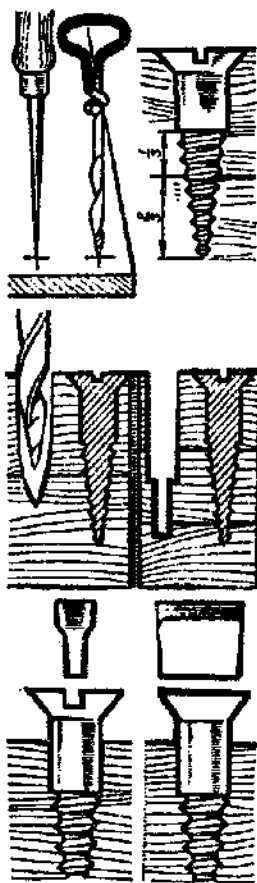

Рис. 30. Ввинчивание шурупов.
- ✓ *Ввинчивание* (рис. 30). Эта процедура станет приятней, если шурупы немного смазать мылом или маслом. Неутопленные головки поворачивают шлицом по направлению волокон древесины.